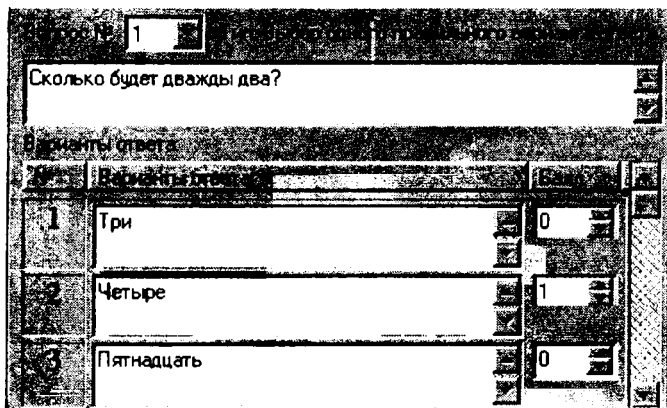

Рис. 4.16. Выбор одного варианта ответа
1. Выбор одного варианта ответа. Вопрос содержит несколько вариантов ответа, но тестируемый может выбрать только один вариант. Вопрос "Сколько будет дважды два?" с тремя вариантами ответа: "три", "четыре", "пятнадцать" (правильный из которых – "четыре") будет выглядеть, как на рис. 4.16.